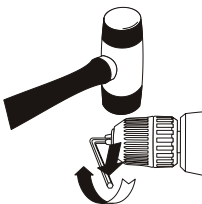

Fig. 10
2. À l'aide d'un maillet, frappez fortement sur la clé hexagonale pour la faire tourner dans le SENS DES AIGUILLES D'UNE MONTRE (Fig. 10), ce qui a pour effet de serrer le mandrin sur la broche.